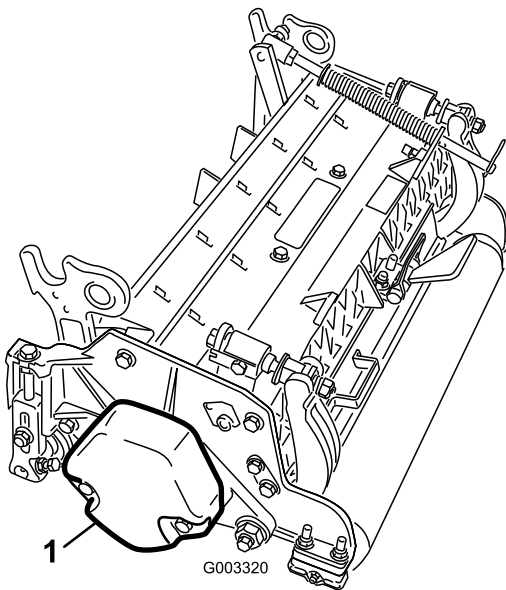

Рисунок 6
2. Снимите противовес (Рисунок 6).